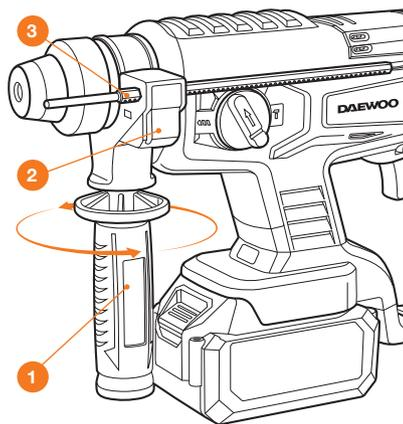

Рис. 4
- Для этого поверните нижнюю часть рукоятки **1** против часовой стрелки, что ослабит держатель (Рис. 4).
- Нажмите кнопку **2** держателя ограничителя на дополнительной рукоятке **1** (Рис. 4).